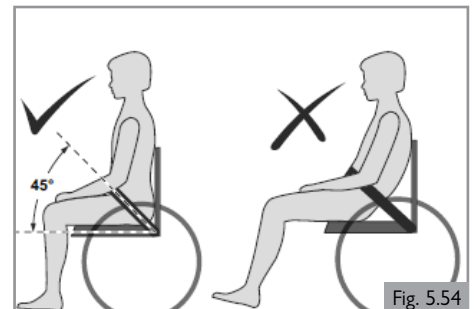

Fig. 5.54
3. Por lo general, el cinturón pélvico debe quedar posicionado de modo que la correa esté en un ángulo aproximado de 45 grados (Fig. 5.54), y cuando se lo ajusta correctamente, debe impedir que el usuario resbale hacia abajo del asiento.